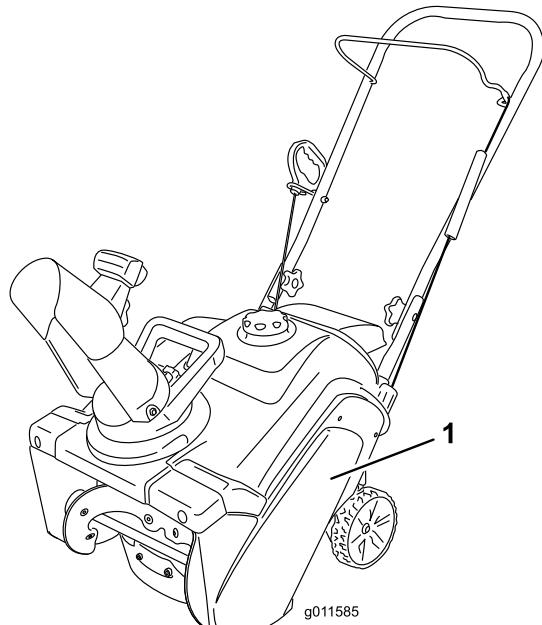

Figure 30
1. Enlevez les 4 boulons qui fixent le couvercle de la courroie d' entraînement (Figure 30) en place.